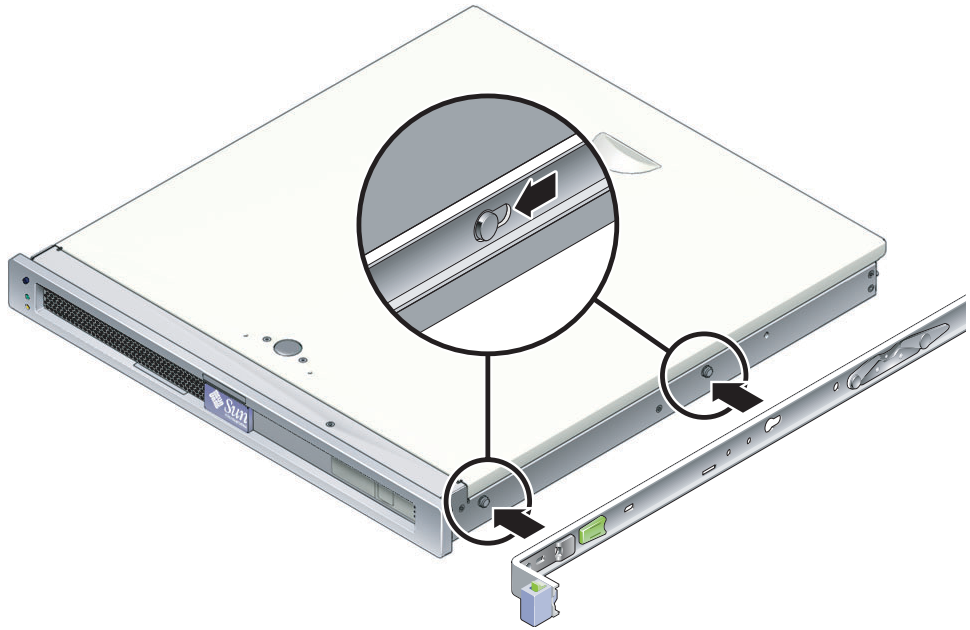

图 2-3 将安装托架连接到底盘
- a. 根据服务器底盘（图 2-3）调整安装托架的位置，使滑轨锁位于前部，并使安装托架上的两个齿状开孔与底盘侧面的两颗定位钉对齐。
- c. 检验两个定位钉是否落入齿状开孔内，并检验前部定位钉是否与安装托架锁咬合（图 2-3）。